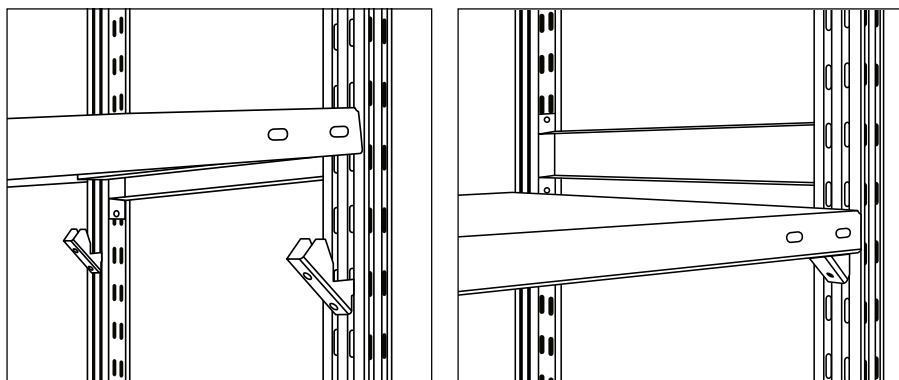

Рис. 9. Установка полки.
3. Установите обе собранные рамы на расстоянии 700 мм, 1000 мм, 1200 мм или 1500 мм (в зависимости от выбранного типоразмера полок) кронштейнами друг к другу и опустите одну сторону полки на кронштейны до упора, а затем с усилием нажмите на противоположный край полки до полного зацепления (рис. 9).